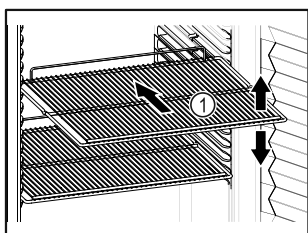

Fig. 57
- Dacă grătarele tip poliță Fig. 57 (1) pot fi mutate, adaptați-le în funcție de înălțime.